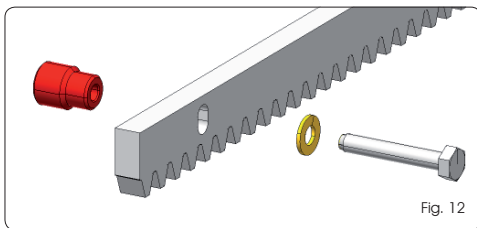

Fig. 12
5.4.2 CREMAILLÈRE A VISSER EN ACIER (Fig. 12)